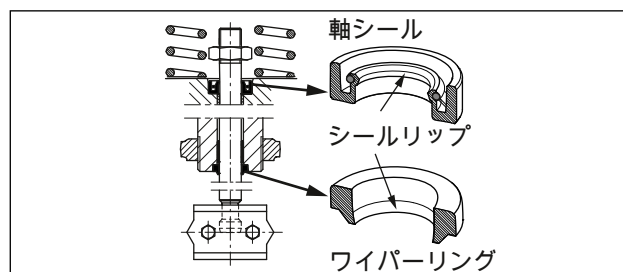

図 27: 軸シールとワイパーリングの調整
6. 適切な工具を用いて軸シールを取り付けます。軸シールを正確に調整してください (図 27 をご覧ください)。
6. 適切な工具を用いて軸シールを取り付けます。軸シールを正確に調整してください（図 27 をご覧ください）。